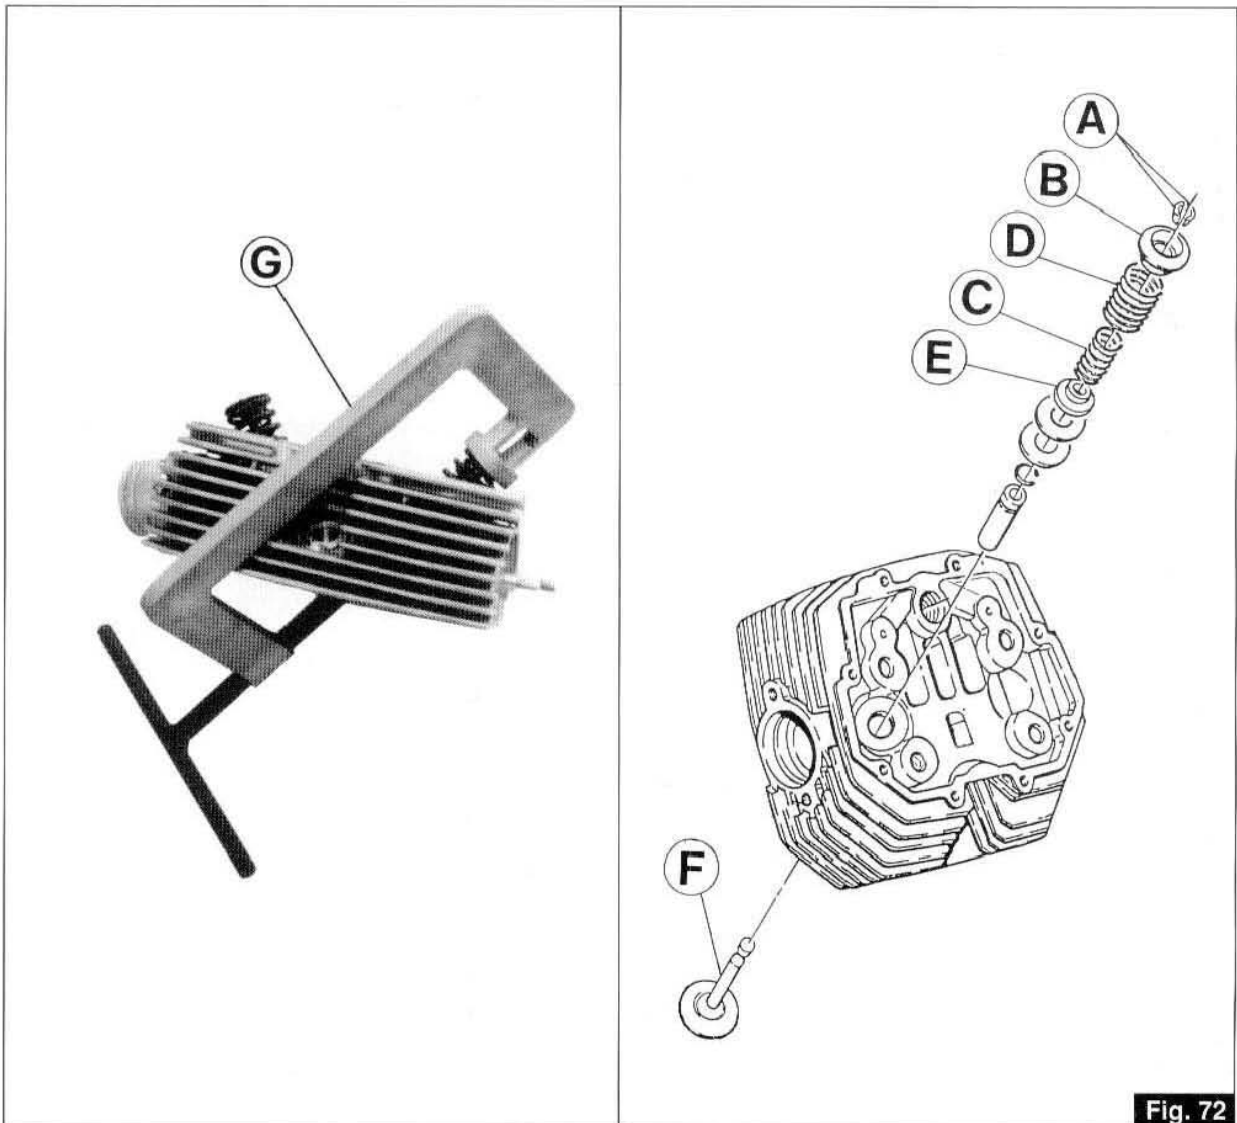

Fig. 72
- placez l'outil «G» de la Fig. 72 (code 10 90 72 00) sur le plateau supérieur au centre du champignon de la soupape que l'on veut déposer;
- Vissez la vis de l'outil jusqu'à ce qu'il soit en traction, frappez ensuite avec un maillet sur la tête de l'outil (où il travaille sur le plateau supérieur) de façon à décoller les deux demi-cônes «A» du plateau supérieur «B» (voir fig. 72);
- Das Werkzeug «G» aus Abb. 72 (Kennr. 10 90 72 00) auf den oberen Teller und in der Mitte des Pilzes des Ventils, welches man ausbauen möchte, ausrichten.
- Die Schraube des Werkzeugs solange einschrauben, bis sie auf Zug ist, dann mit einem Hammer auf den Werkzeugkopf (dort wo er auf dem oberen Teller arbeitet) klopfen, so daß die beiden Halbkegel «A» vom oberen Teller «B» getrennt werden (siehe Abb. 72).